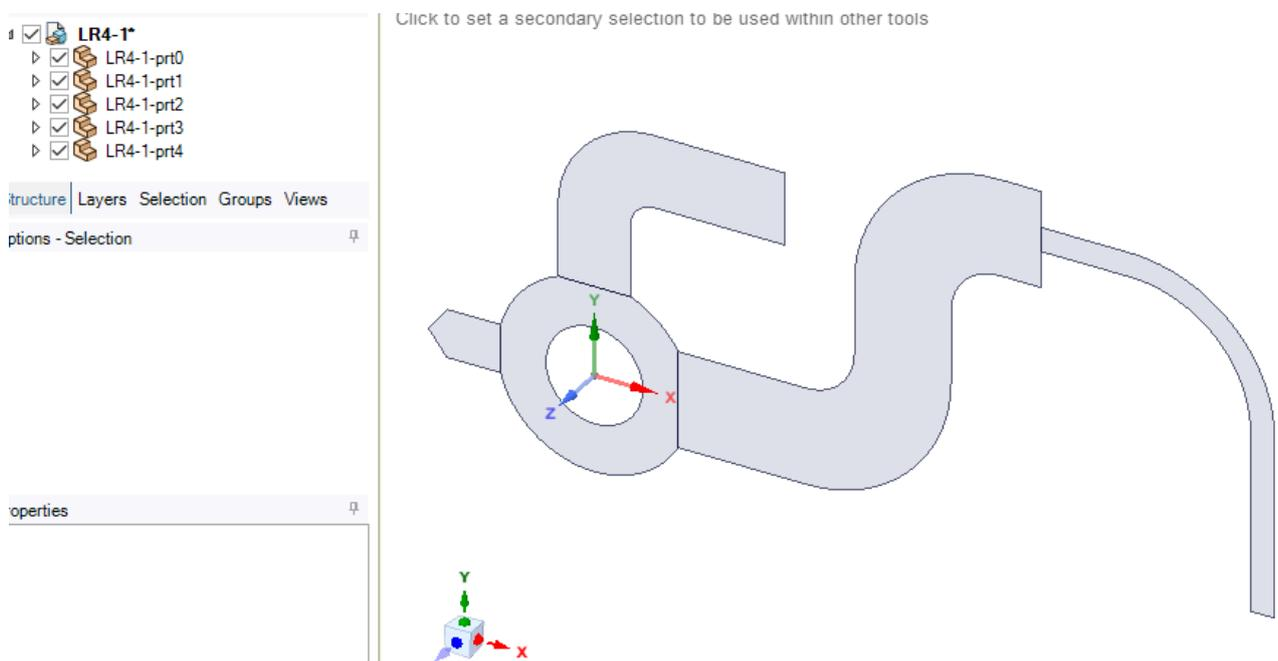

Рис. 8. Импорт геометрии
3.3. Для того чтобы найти созданную геометрию, переходим в папку с ней и выбираем отображение всех форматов – **All Files (*.*)**. Нажимаем на созданную геометрию с расширением «.x_t» и нажимаем кнопку Открыть. Импортированная геометрия показан на рис. 8.